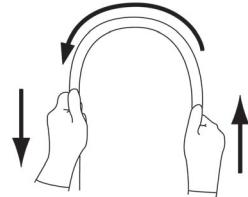

図1
4.挿入部を両手で持ち、全長にわたって図1に示すように順次半円の頂点をすらすように曲げたときに、適切な軟らかさを有しており、軟らかさが不連続になっているなどの異常がないこと。